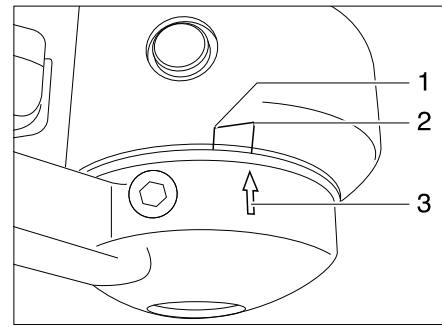

Bild 164 Reibbeläge
- Wenn der Pfeil an der Druckscheibe (Bild 164,3) vor oder an der Markierungsfläche (Bild 164,2) steht, sind die Reibbeläge noch im Neuzustand.
- Wenn der Pfeil an der Druckscheibe innerhalb der Markierungsfläche (Bild 164,1 bis 2) steht, sind die Reibbeläge leicht abgenutzt.
- Wenn der Pfeil an der Druckscheibe am Ende der Markierungsfläche (Bild 164,1) steht oder sie überschreitet, sind die Reibbeläge abgenutzt.